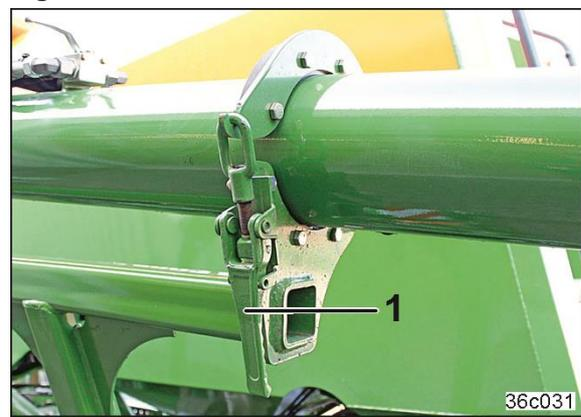

Fig. 380
3. Die Befüllschnecke mit dem Exzenterverschluss (Fig. 380/1) befestigen.